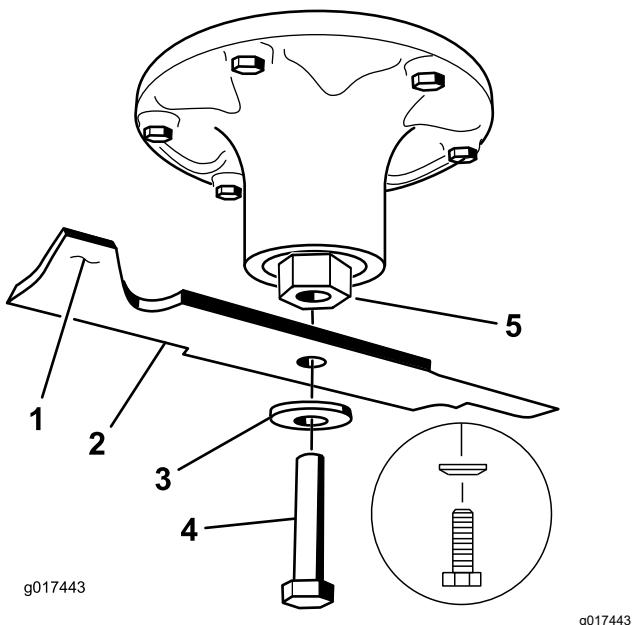

Figure 82
2. Enlevez de l'axe le boulon, la rondelle bombée et la lame (Figure 82).
1. Placez la lame sur l'axe (Figure 82).
2. Montez la rondelle bombée et le boulon de lame (Figure 82).